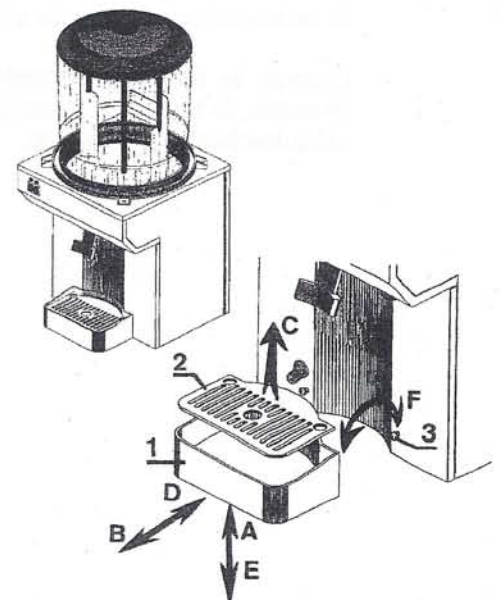

Figure 8
9º.-Vaciar diariamente la bandeja de goteo (1) (ver Fig.8), quitarla subiendola ligeramente hacia arriba (flecha A), traerla hacia delante (flecha B), quitar la rejilla (2) según flecha C, vaciar el contenido y a continuación, realizar la limpieza de las dos piezas. Poner de nuevo la rejilla (2) en la bandeja (1) y situarla frente al panel frontal (3) según flecha D enganachandola a las dos ventanitas (E) mediante los dos tetones (F) situados detrás de la bandeja y empujar hacia abajo G.